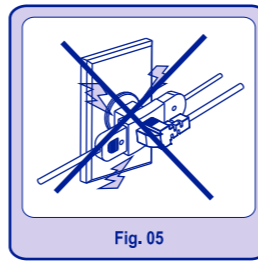

Fig. 05
- Nunca conecte-o através de extensões elétricas, adaptadores ou T com outro(s) eletrodoméstico(s) (fig.05), pois este tipo de ligação pode provocar sobrecarga na rede elétrica, prejudicando o funcionamento do mesmo e resultando em acidentes com fogo. Use uma tomada exclusiva de três pinos aterrada.